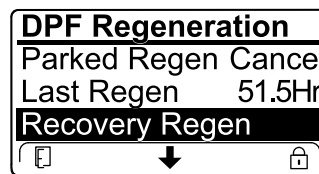

Figure 82
- Si le calculateur moteur n'a pas demandé de régénération d'urgence et que vous naviguez jusqu'à l'option RECOVERY REGEN, la régénération d'urgence se bloque et l'icône de blocage (Figure 82) apparaît en bas à droite de l'InfoCenter.